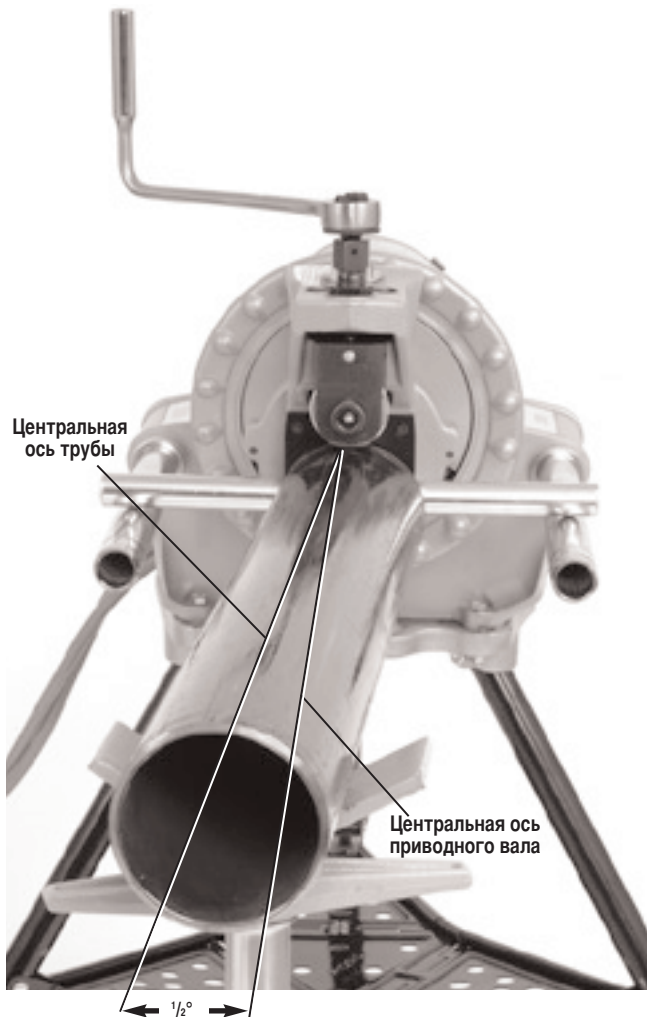

Рисунок 9 – Сдвиг трубы на 1/2° в сторону оператора (с преувеличением)
7. Немного сдвиньте трубу и опоры, приблизительно на 1/2 градуса (около 2,5 см на расстоянии 3 м от машины) в сторону оператора. Правильное расположение трубы и устройства для накатки желобков помогает обеспечить правильную подачу трубы при выполнении накатки. (См. Рис. 9).
- Немного сдвиньте трубу в сторону оператора (сдвиг в пределах от 1/2 градуса до 1 градуса) (См. рис. 9).